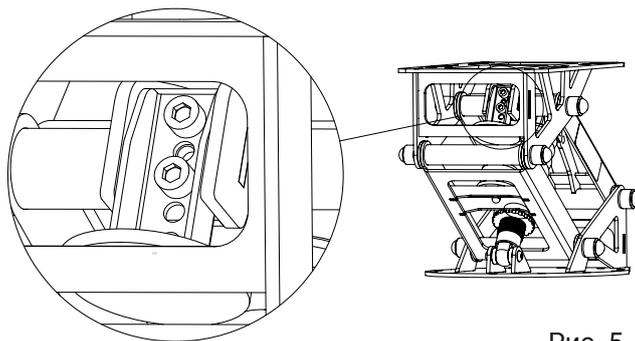

Рис. 5.
6. С помощью 2-х винтов (поз. 6) установите упор отбойника в положении выбранной нагрузки (таб. 1) (рис.5).